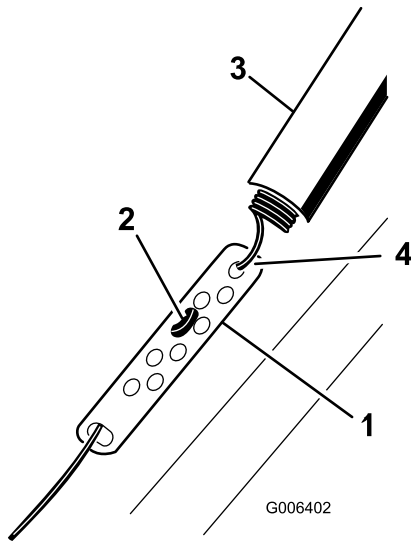

Figure 22
1. Remontez la protection du ressort et décrochez le ressort de la biellette de réglage (Figure 22).
2. Accrochez le raccord en Z à un trou plus haut ou plus bas sur la biellette de réglage de manière à obtenir un écart de 2 à 3 mm (1/16 à 1/8 pi) entre la barre de commande et le guidon (Figure 22).